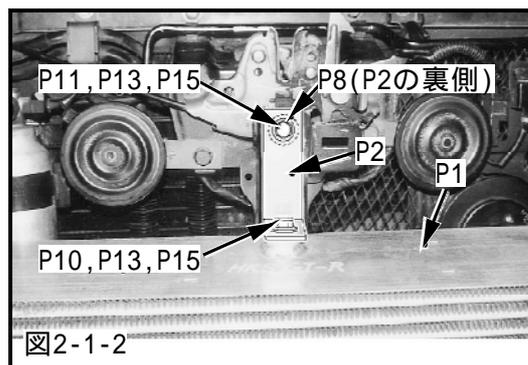
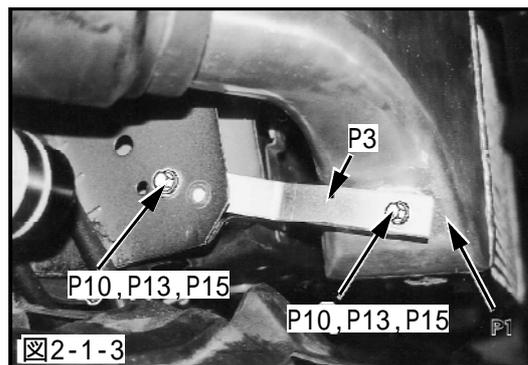
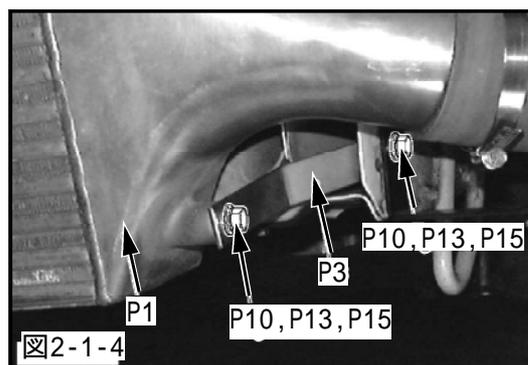

図2-1-2
図2-1-3
図2-1-4
(P2×1,P8×1,P11×1,P13×1,P15×1)(図2-1-2)
(P3×2,P10×2,P13×2,P15×2,)(図2-1-3,図2-1-4)
(P10×3,P13×3,P15×3)(図2-1-2,図2-1-3,図2-1-4)
(6) インタークーラステー 1,インタークーラステー 2を本締めしてください。(図2-1-2,図2-1-3,図2-1-4)
(7) レインフォースを取付けてください。